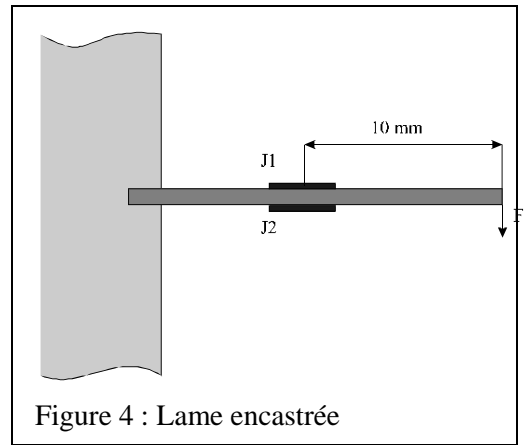

Figure 4 : Lame encastrée
Une lame métallique en acier, encastrée dans un support est soumise à une force F verticale de 1 Newton (Fig.4) . Le module d'Young (Y) est de $220 \cdot 10^9 \text{ N.m}^{-2}$, la longueur de la lame est de 30 mm , la largeur de 5 mm et l'épaisseur 0.5 mm.